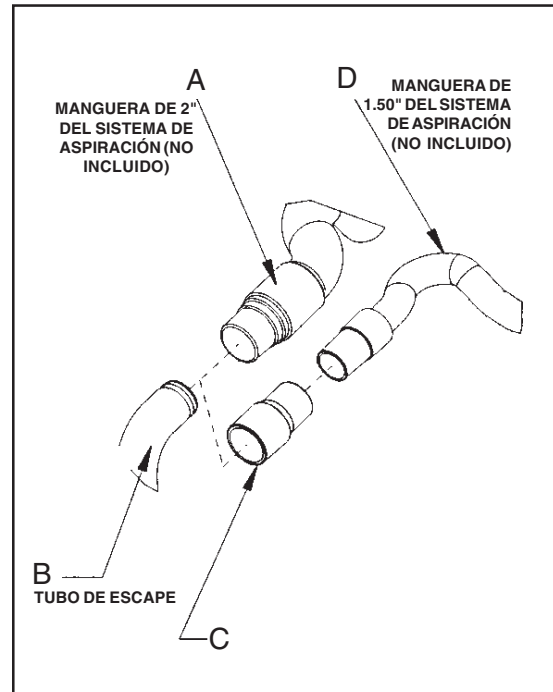

Figura 4
1. Instale el extremo de manguera de 2" (figura 4, A) directamente sobre el tubo de escape (figura 4, B).
1. Instale el adaptador del extremo de manguera de 2" x 1 ½" (Nº de pieza 30563A) (figura 4, C) sobre el tubo de escape (figura 4, B).
2. Inserte el extremo de manguera de 1 ½" (figura 4, D) en el adaptador (figura 4, C).